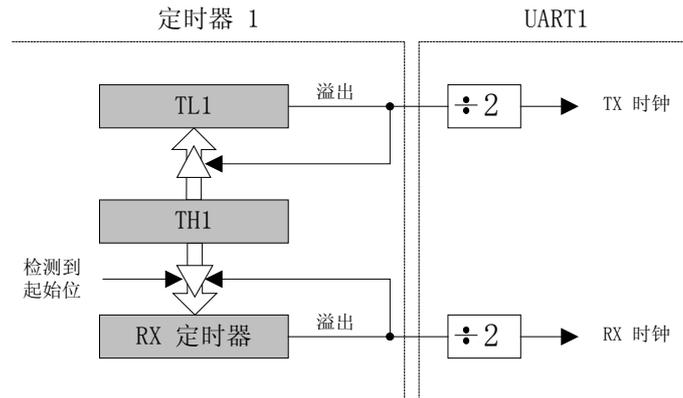

图 23.2 UART1 波特率逻辑
UART1 波特率由定时器 1 工作在 8 位自动重载方式产生。发送 (TX) 时钟由 TL1 产生；接收 (RX) 时钟由 TL1 的拷贝寄存器 (图 23.2 中的 RX 定时器) 产生，该寄存器不能被用户访问。TX 和 RX 定时器的溢出信号经过二分频后用于产生 TX 和 RX 波特率。当定时器 1 被允许时，RX 定时器运行并使用与定时器 1 相同的重载值 (TH1)。在检测到 RX 引脚上的起始条件时 RX 定时器被强制重载，这允许在检测到起始位时立即开始接收过程，而与 TX 定时器的状态无关。